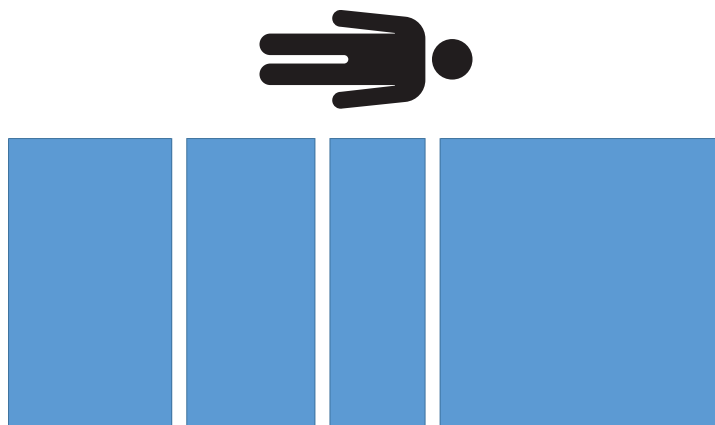

Figura 33 – Test della tara - Nessun peso
13. Rimuovere tutti i pesi calibrati dal prodotto (Figura 33).